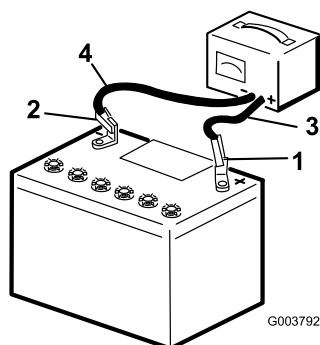

Figure 35
3. Chargez la batterie pendant 10 à 15 minutes entre 25 et 30 A, ou pendant 30 minutes entre 4 et 6 A (Figure 35). Ne chargez pas la batterie excessivement.
4. Quand la batterie est chargée au maximum, débranchez le chargeur de la prise, puis débranchez les fils du chargeur des bornes de la batterie (Figure 35).